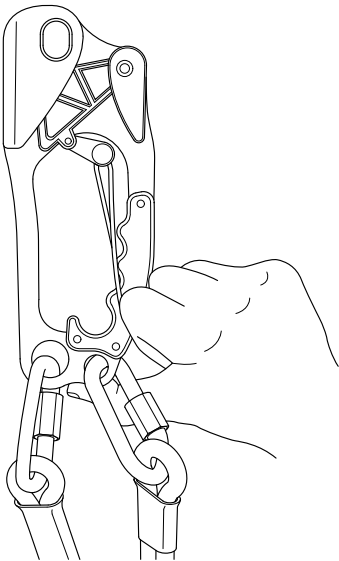

ABB. 1
1. Halten Sie die Steigklemme fest. Öffnen Sie die Entriegelung und die Seilklemme (Abb. 1).